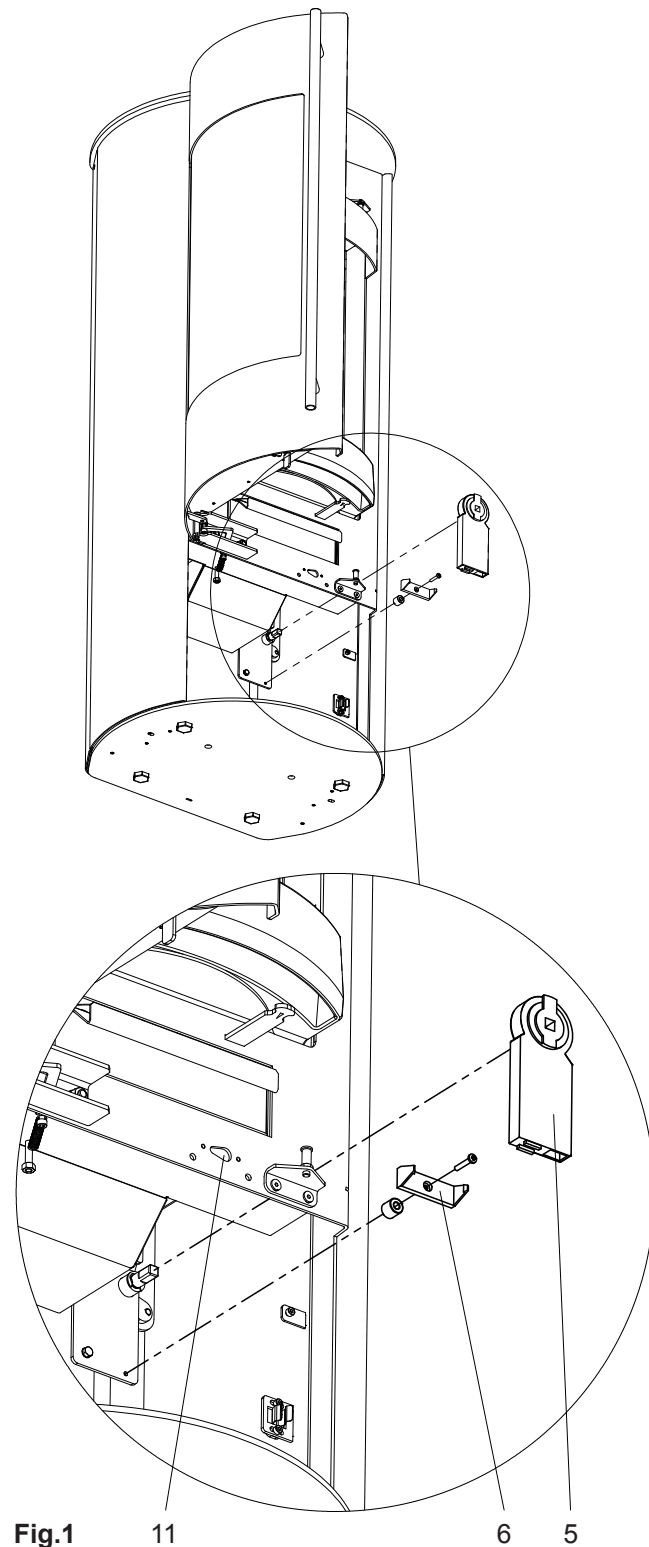

Fig.1 11 6 5
- Klembeugel van kunststof (6) met afstandhuls op de motorconsole vastschroeven. Servomotor (5) op de rotatieas van de luchtschuifhevel schuiven en in de klembeugel van kunststof vastklikken (Fig.1).
- De deurcontactschakelaar (positie bevestiging zie Fig.1), de temperatuursensor en de kabel van de elektriciteitsvoorziening zoals beschreven in het hoofdstuk "Algemene montagestappen", stappen 2-7, monteren.